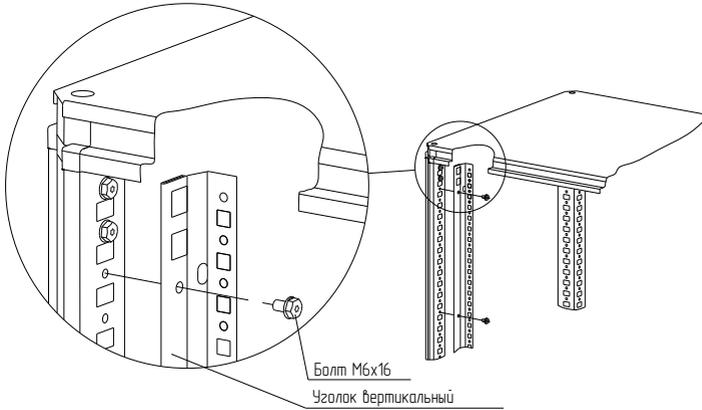

Рисунок 19
4.9.2 Закрепить уголок вертикальный для фальш-панелей внутренних на стойке 1 профиля в дверном проёме семью болтами М6 х 16 (рисунок 19). Момент затяжки – 7 Н·м. Болты приобрести отдельно.